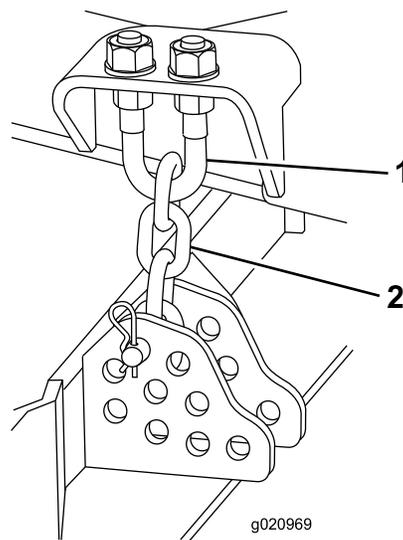

Figura 77
3. Retire o contrapino tipo grampo e pino de segurança que fixam as correntes da altura de corte à traseira da unidade de corte (Figura 77).